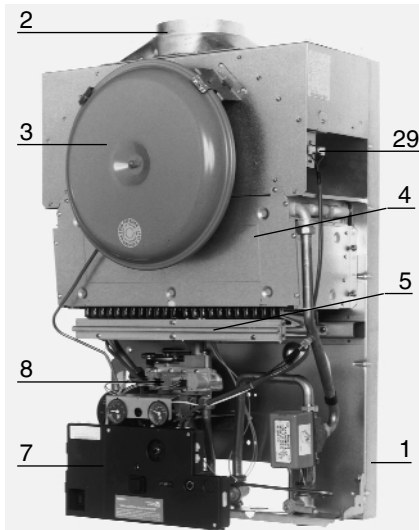

Fig.4
1.4 DESCRIPTION (fig.4, 5 et 6)
29. - Sécurité de débordement (fig. 4).